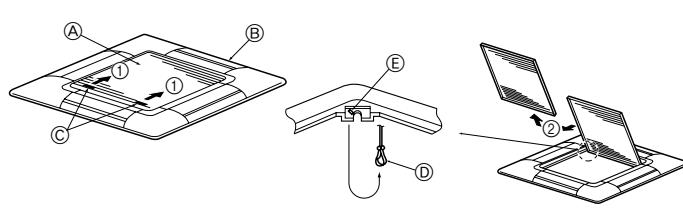

Fig. 5-3
5.2.1. Remoção da grelha de admissão (Fig. 5-3)
- Deslide as alavancas na direcção indicada pela seta ① para abrir a grelha de admissão.
- Com a grelha de admissão na posição "aberta", retire a dobradiça da grelha de admissão da grelha tal como indicado pela seta ②.